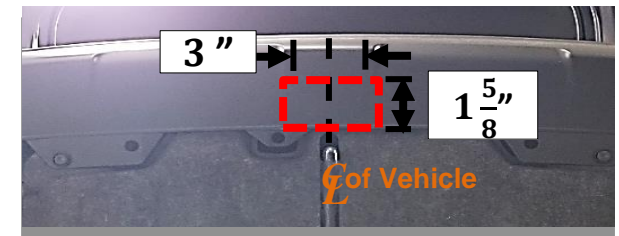

Figure 2
- Découper le carénage inférieur** – À l'aide d'un ruban à mesurer, d'un marqueur et d'un couteau utilitaire, mesurer, marquer et découper le carénage inférieur. Voir les Figures 2. Vérifiez les capteurs et/ou le câblage à l'intérieur du carénage avant de tailler. Les dimensions sont approximatives.